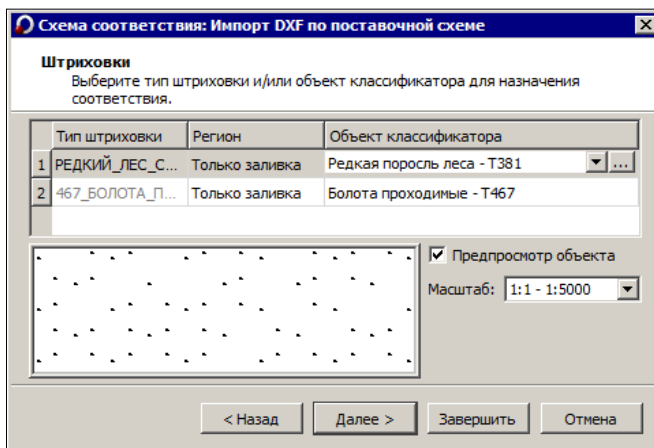

Рис. 13.4
- Для типов штриховок – в виде штриховки региона и/или площадного объекта классификатора (рис. 13.4).